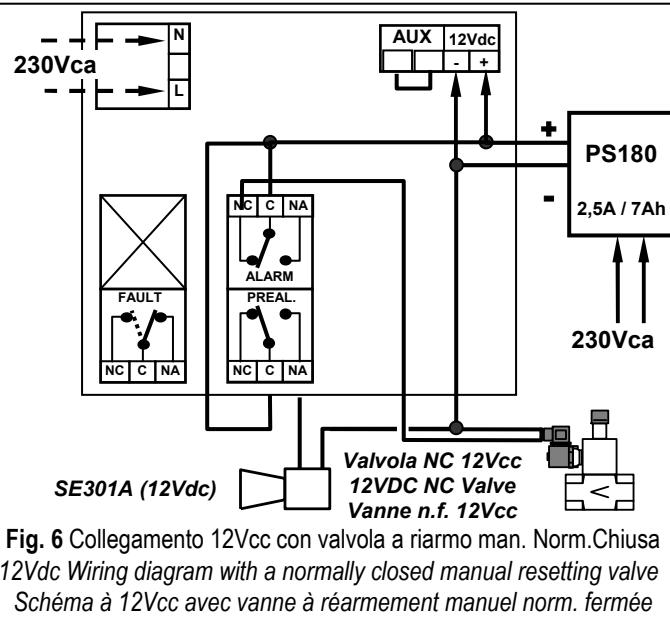

Fig. 6 Collegamento 12Vcc con valvola a riarmo man. Norm. Chiusa
**En figure 6** est illustré le schéma de raccordement sur 12Vcc, d'un dispositif avec sirène et électrovanne normalement fermée, en utilisant par exemple un module d'alimentation extérieur comme le nôtre PS175 (1,2A) ou PS180 (2,5A), avec batterie interne 12Vcc-7Ah. Dans ce cas on peut connecter l'alimentation du réseau électrique.